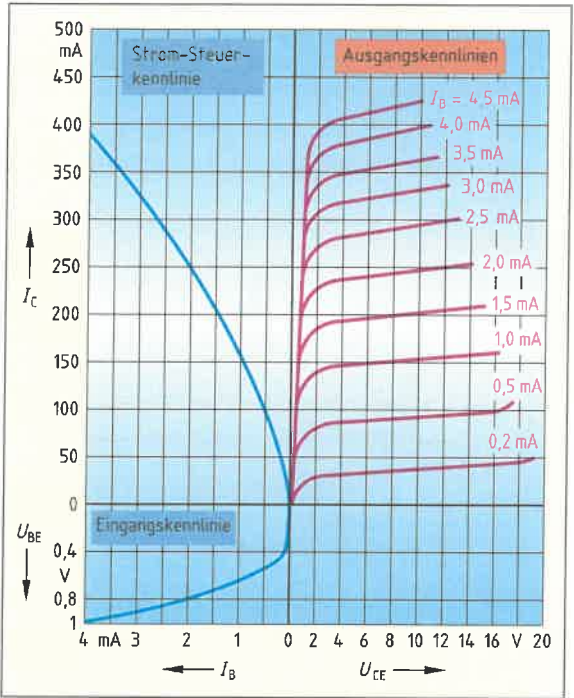

Bild 2: Kennlinienfeld eines Transistors
8. a) Ermitteln Sie aus dem Kennlinienfeld (Bild 2) I_B , I_C und U_{CE} bei einer U_{BE} von 0,65 V.